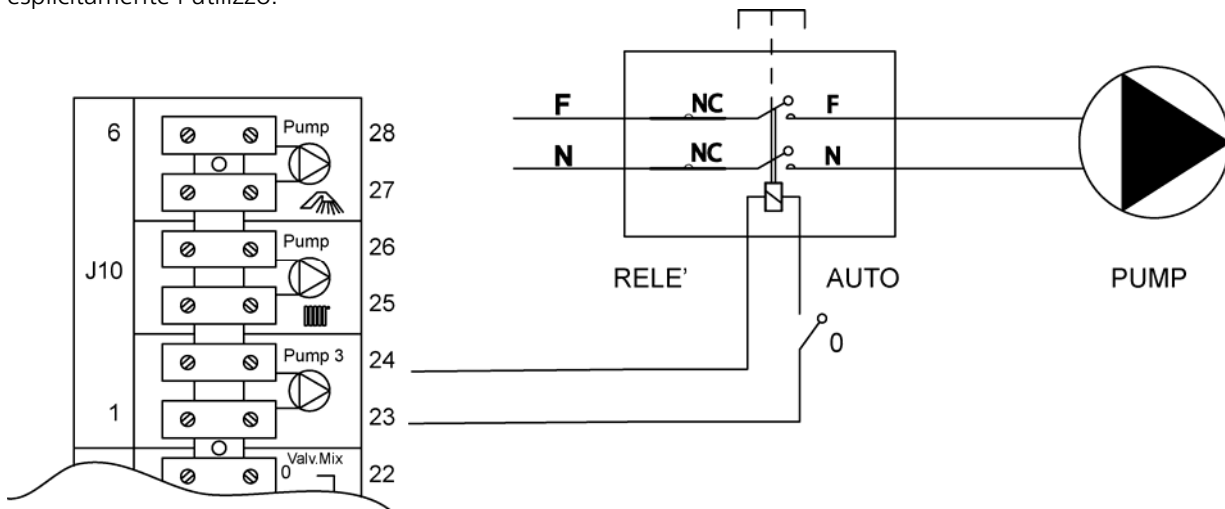

Figura 16: collegamento dei circolatori dell'impianto
L'installazione delle pompe andrà eseguita prevedendo l'utilizzo di un apposito relé/commutatore come mostrato in Figura 16. Ad esempio, collegando il circolatore di bassa temperatura ad un orologio e/o termostato ambiente esterno il circuito elettrico è quello mostrato in figura 14. Tale dispositivo consente di alimentare i circolatori (dispositivi esterni) direttamente dalla rete, senza che il relativo carico elettrico attraversi il fusibile della scheda. Inoltre, in caso di modalità d'emergenza, il dispositivo manuale 0, 1, AUTO consente di controllare il funzionamento del circolatore indipendentemente da quello della scheda. Per questi motivi se ne deve prevedere esplicitamente l'utilizzo.
- c) Alimentare tutti i circolatori dell'impianto direttamente con corrente di rete intervenendo sugli appositi commutatori (vedi Figura 16)